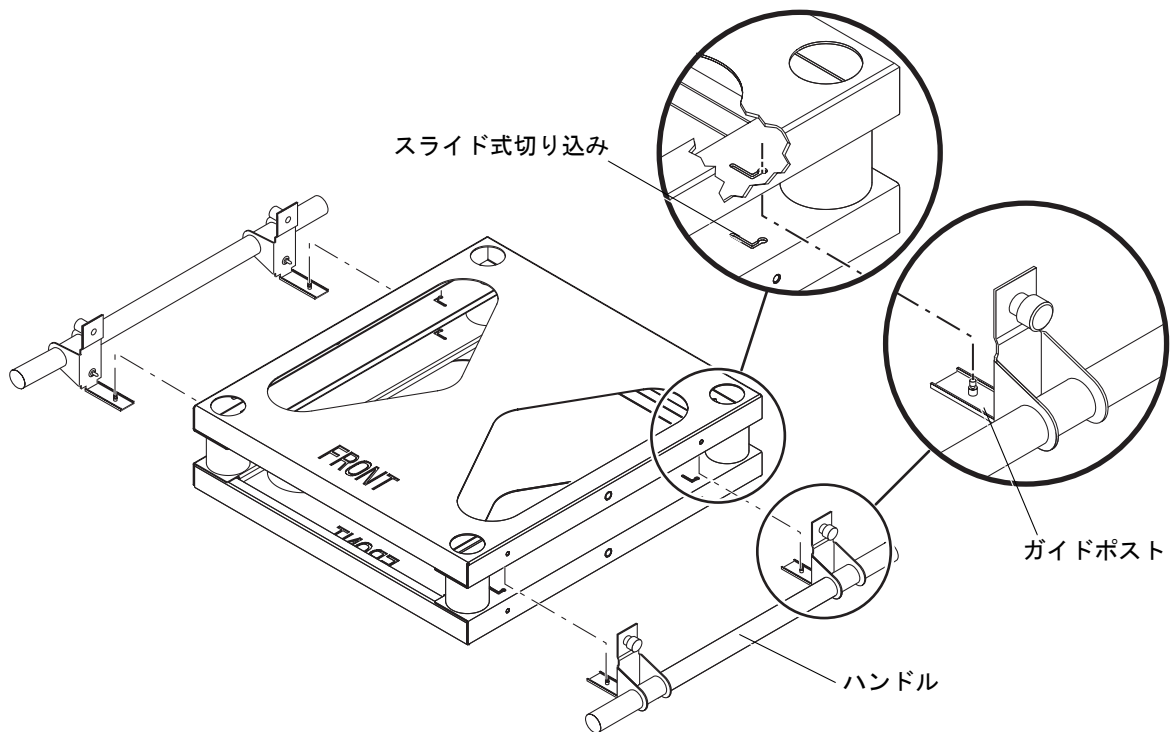
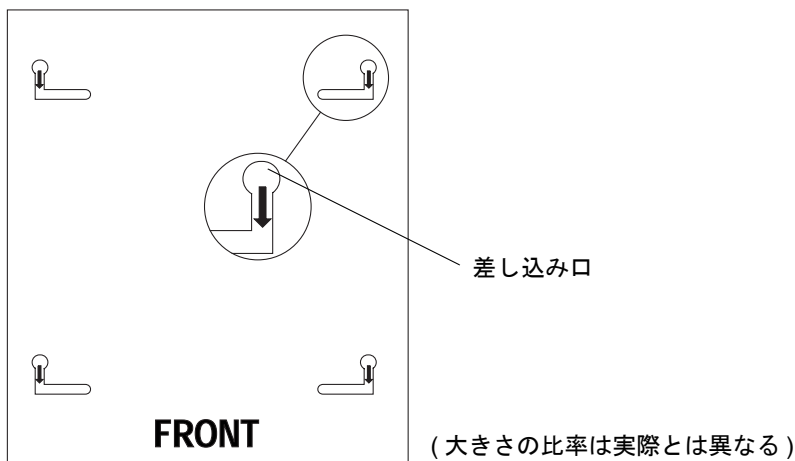

図 3-5 架台の詳細図
図 3-6 スライド式切り込み
注 – 以降の図では、底板の「FRONT」という文字に向かった状態を基準にして、左右の方向を区別します (図 3-5)。底板の上下の部品は同じものです。まず、上下のいずれかの部品を上に向けてください。
- a. ハンドルの 2 本のガイドポストを、架台の L 型のスライド式切り込みの、差し込み口の位置に合わせます (図 3-5)。
- b. ハンドルを持ち上げて、正面側および背面側のガイドポストの上部を L 型の切り込みの差し込み口に入れます (図 3-5 および図 3-6)。
- c. ハンドルおよびガイドポストを、架台の正面側にスライドさせます (図 3-6)。
8. システムから架台の両方のハンドルを外します (図 3-5)。